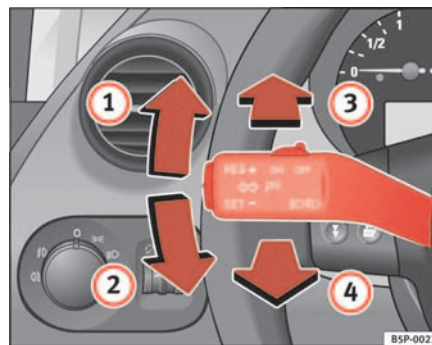

Fig. 78 Palanca de intermitentes y de luz de carretera
- Desplace la palanca hacia arriba hasta el tope $\Rightarrow$ **página 119, fig. 78** **1** para encender el intermitente **derecho** o bien hacia abajo **2**, para encender el intermitente **izquierdo**.
- Desplace la palanca hacia adelante $\Rightarrow$ **página 119, fig. 78** **3** para encender la luz de carretera.